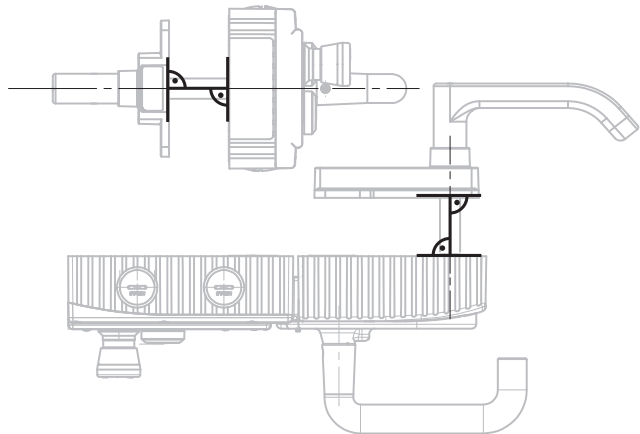

Fig. 7: Esempio di installazione per ripari con cerniera a destra (schema di principio)
- Allineare l'asse dello sblocco di fuga in perpendicolare rispetto al modulo maniglia. Vedi Fig. 4 e Fig. 7.
Passi per l'installazione vedi Fig. 7 e Fig. 8 fino alla Fig. 13.